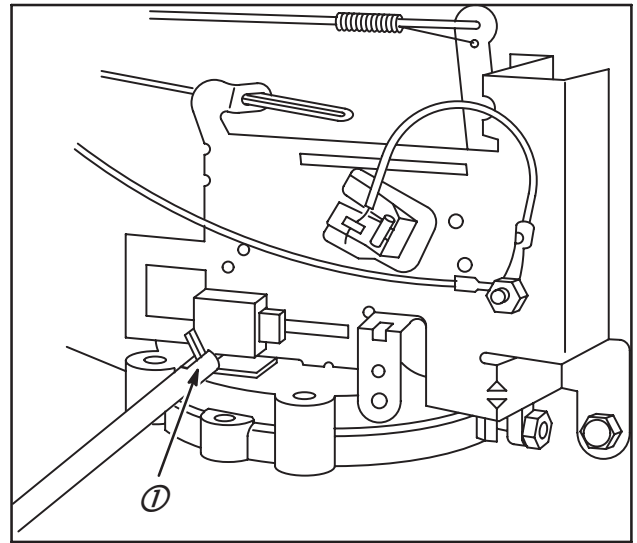
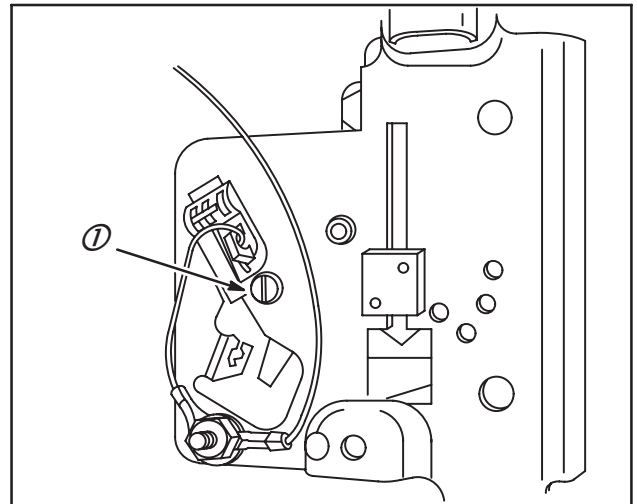

Fig. 62
Fig. 63
5. Régler la commande à distance à 1750 Tr / mn et plier la patte (1) jusqu'à ce qu'elle touche la coulisse de commande à distance, Fig. 62 (coulisse horizontale) ou tourner la vis jusqu'à ce qu'elle touche le levier de commande à distance, Fig. 63 (coulisse verticale).